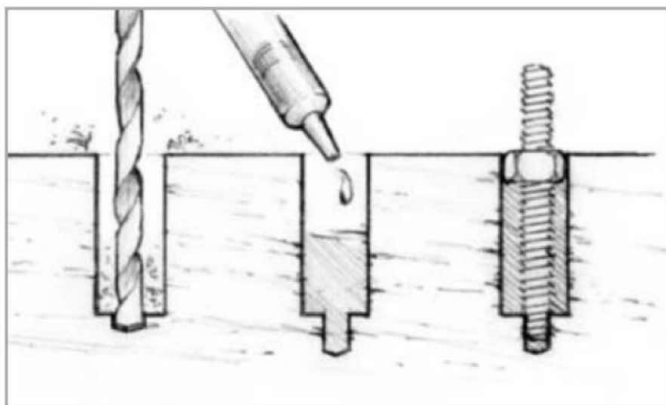

Рисунок 6-4 Вклеивайте резьбовые стержни или шпильки в субстрат, в качестве альтернативы, для упрощения снятия оборудования
2. Оденьте гайку с шайбой на шпильки, нанесите на нижние концы эпоксидную смолу и вдавите в отверстия, заполненные эпоксидной смолой. Подождите, пока смола не застынет полностью, прежде чем зажимать гайки (Рисунок 6-4)